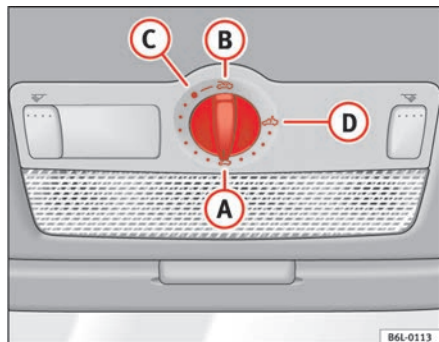

Fig. 54 Detalle del revestimiento interior del techo: mando giratorio del techo corredizo / deflector
- Gire el mando a la posición **A** ⇒ fig. 54 ⇒